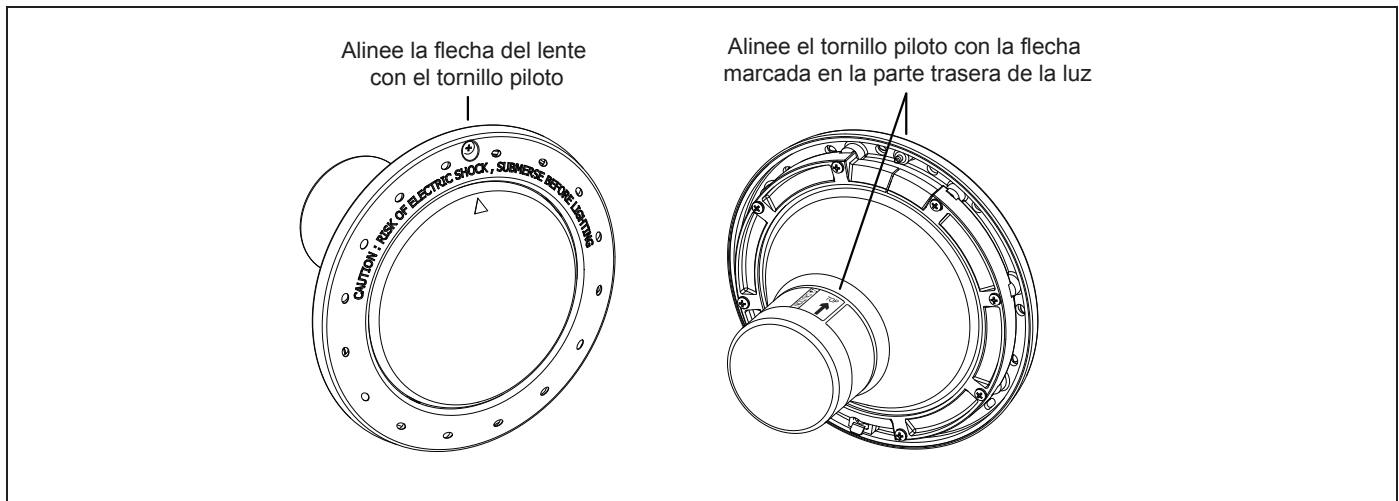

Figura 2. Alineación del lente, el aro frontal, el compartimento y las abrazaderas de las luces blancas para piscinas
- Coloque el lente y la empaquetadura sobre el conjunto de la luz. Coloque el aro frontal y la abrazadera superior sobre el lente, y alinee el tornillo piloto con la marca de la flecha pequeña en la cara del lente. Tenga en cuenta que la marca de la flecha pequeña sobre la cara del lente y el tornillo piloto del aro frontal deben estar alineados con la flecha ubicada en la etiqueta de la luz que dice, "Arrow on this label must line up with the pilot screw on the Face Ring" (la flecha en esta etiqueta debe estar alineada con el tornillo piloto del aro frontal). Véase Figura 2.
- Posicione la abrazadera inferior sobre el cable de electricidad y deslícela hacia la parte trasera de la luz y hacia la abrazadera superior. Véase Figura 2.
- Ajuste los ocho (8) tornillos Phillips para luces de piscina o los seis (6) tornillos Phillips para luces de spa haciendo la instalación en forma de cruz y alternando. Apriete los tornillos aproximadamente a 20 pulgadas libras. No apriete demasiado.
- Enrolle cuatro (4) pies de cable alrededor de la luz y coloque el conjunto en el nicho.